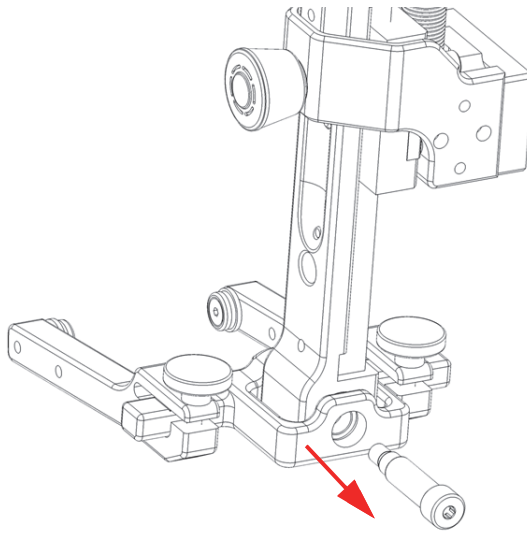

Figura 5-3 Extracción de tornillo posterior
1. Con una llave hexagonal de 2,5 mm, desatornille y retire el tornillo que se ubica detrás de la viga pivotante de horquilla (ver Figura 5-3 en la página 82).